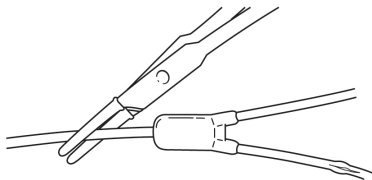

Fig. 10
1. Preparare la zona. Bloccare fermamente il catetere vicino al sito di ingresso nella cute con un forcipe ghierato di gomma. (Fig. 10)